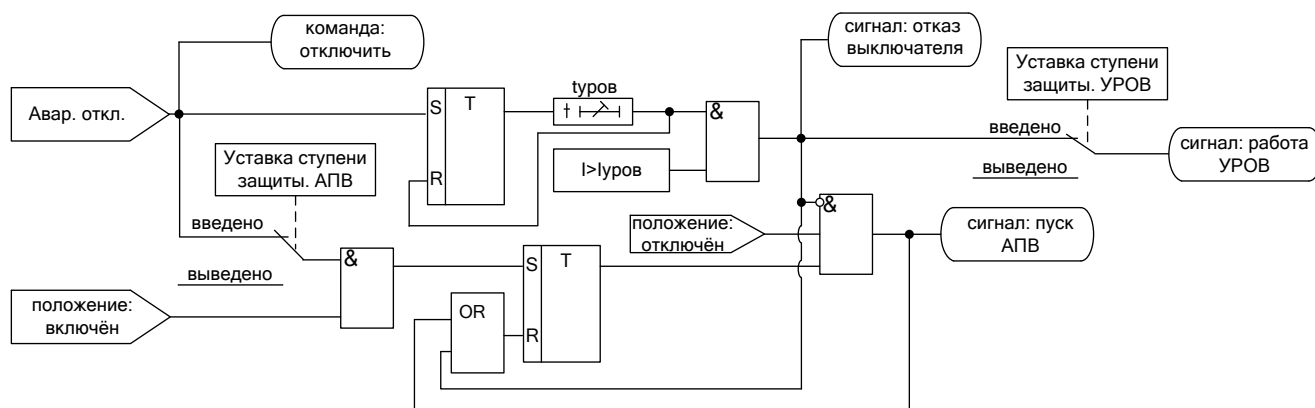

Рисунок 5.5 – Логика работы MR801 при аварийном отключении.
1. Выдаётся команда «отключить» (рисунок 5.5).